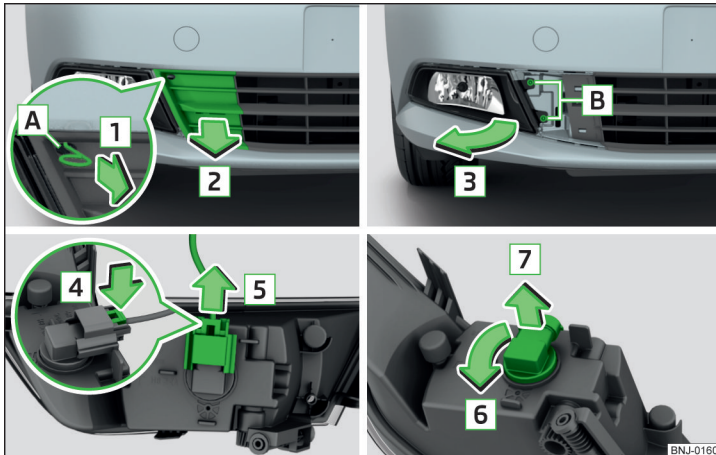

Abb. 305 Nebelscheinwerfer herausnehmen / Glühlampe wechseln
- › In die Öffnung **A** » Abb. 305 den Bügel zum Abziehen der Radvollblenden einführen.
- › Den Nebelscheinwerfer entgegen der Pfeilrichtung **3** » Abb. 305 einsetzen und festschrauben.